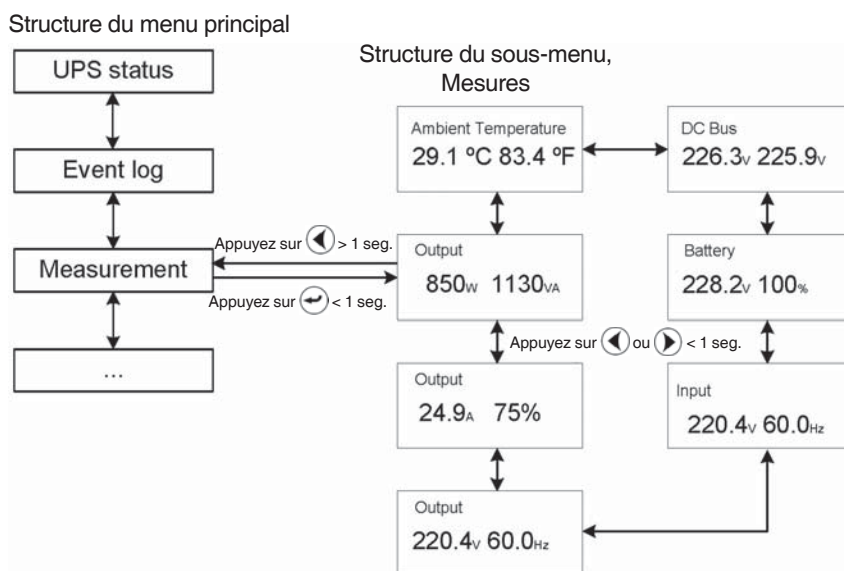

Fig. 36. Écrans, sous-menu Mesures.
- Lors d'appuyer sur la touche ◀ pendant moins de 1 seg. depuis le sous-menu "Measurement", on accède à la structure de mesures (voir figure 36).